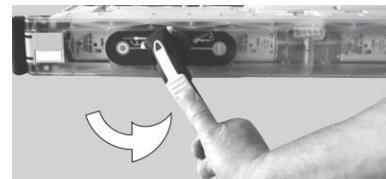

Figura 18 / Fig: 18
- Girar la palanca de maniobra 180° en sentido antihorario hasta el tope (Figura 18).